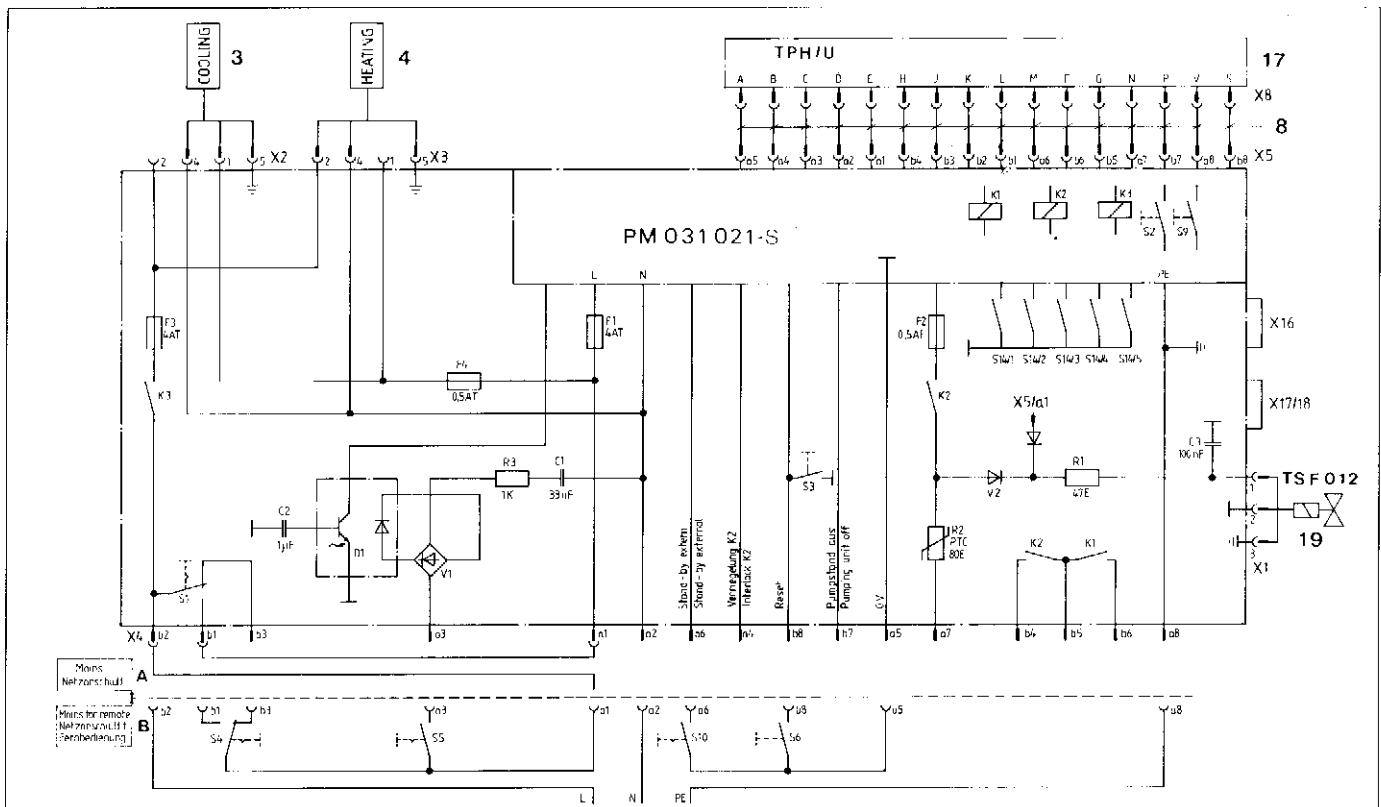

Fig. 7
Der Netzanschluß ist nach den örtlichen Bestimmungen auszuführen. Die Antriebselektronik TCP 380 ist für Netzspannungen von 100–240 V $\pm$ 10 %, 50–60 Hz ausgelegt. Der Netzanschluß erfolgt nach Schaltplan PM 021 949 -S, Fig. 7, an der 16-poligen Messerleiste X4.
The mains connection must be made according to local regulations. The Electronic Drive Unit TCP 380 has been designed for mains voltages from 100 – 240 V $\pm$ 10 %, 50 – 60 Hz; connection to the mains is made according to wiring diagram PM 021 949 -S, Fig. 7, at the 16-poles multiple plug X4.
Les branchements sur le réseau secteur sont à reconduire selon les prescriptions locales. La commande électronique TCP 380 est prévue pour des tensions secteur de 100 à 240 V $\pm$ 10 % 50 ou 60 Hz. Les branchements eux-mêmes sont accomplis comme indiqués par le schéma de connexions PM 021 949 -S (Fig. 7), par l'intermédiaire du connecteur X4 à 16 broches.
- Die Ventilatoren für TPH/TPU 330/510 sind für 110 V, 50/60 Hz ausgelegt. Der elektrische Anschluß erfolgt nach Fig. 7.
- The fans for the TPH/TPU 330/510 are designed for 110 V, 50/60 Hz. Electrical connection is made as shown in Fig. 7.
- Les ventilateurs pour les TPH/TPU 330/510 sont prévus pour une tension de 110 V 50/60 Hz. Branchement électrique: voir Fig. 7.